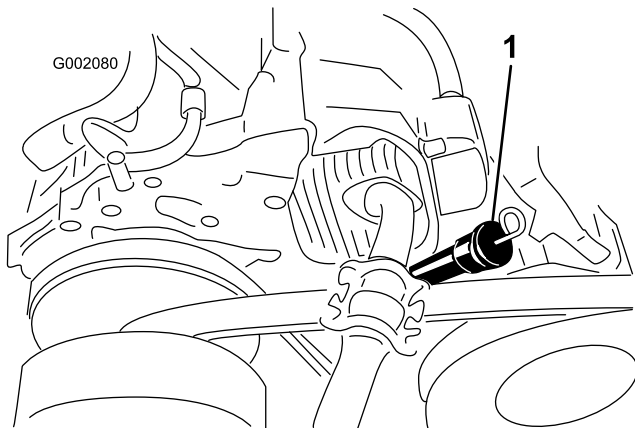

Bild 16
3. Reinigen Sie den Bereich um den Füllstutzen (Bild 16), damit kein Schmutz in den Stutzen gelangen und den Motor beschädigen kann.
4. Schrauben Sie den Ölpeilstab los und wischen das Ende ab (Bild 16).
5. Schieben Sie den Ölpeilstab vollständig in den Füllstutzen (Bild 16).
8. Stecken Sie den Ölpeilstab vollständig ein (Bild 16).